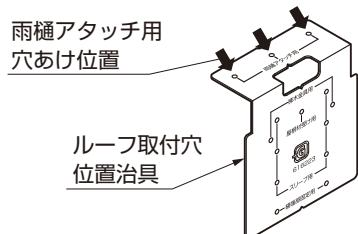

図11-18
①ルーフ取付穴位置治具を樋にあて、ケガキ、ドリルで水抜き穴 ϕ 36と雨樋アタッチA取付穴 ϕ 3.2をあけてください。(図11-18、11-19参照)